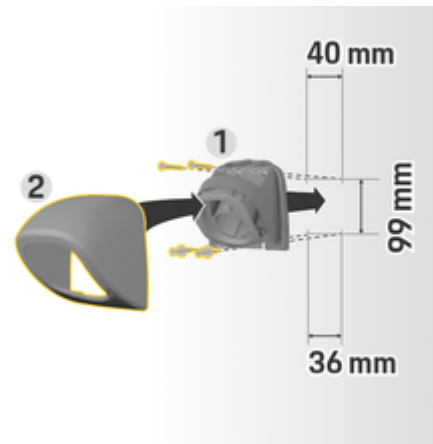

Fig. 15: Cotes de perçage
1. Retirez le support de prise **1** du couvercle (Fig. 15) **2** (Fig. 15).
4. Vissez le support de prise **1** (Fig. 15) dans le mur.
5. Placez le couvercle **2** (Fig. 15) sur le support de prise **1** (Fig. 15) par le bas et pressez vers le haut.